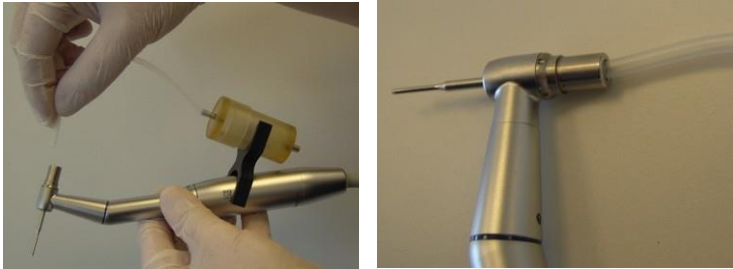

Figure 3-58. Raccordement du tuyau de greffon à la pièce à main
14. Raccordez l'autre extrémité du tuyau de greffon au trou du bouton de la tête de contre-angle, comme illustré à la Figure 3-58.